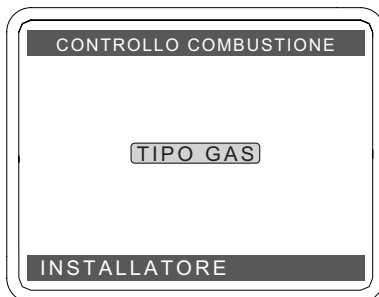

Figura 8.2
- Premere il tasto (✓) per entrare nel campo selezionato (Figura 8.2) e premere il tasto (↵) o (↶) per selezionare il campo desiderato.